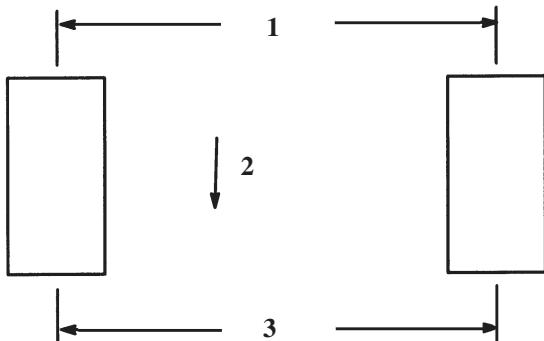

Bild 27
- Messen Sie den Abstand zwischen beiden Vorderreifen auf Achshöhe (an der Vorder- und Rückseite der Räder) (Bild 27). Das vordere Maß muss bei einem Spielraum von ± 6 mm mit dem hinteren identisch sein.